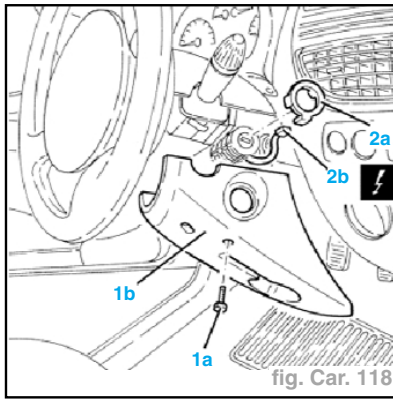

fig. Car. 118
- Désolidariser l'antenne du dispositif de clé électronique (2a) du contacteur à clé et la déposer après avoir débranché sa connexion électrique (2b) (fig. Car. 118).